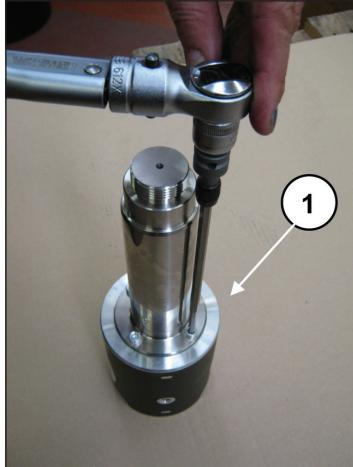

Abb. 38
Drehen Sie zum Trennen der Stange von der Kolbenführung die Zylinderkopfschrauben M6 mit dem entsprechenden Schlüssel ab (Pos. ①, Abb. 38).